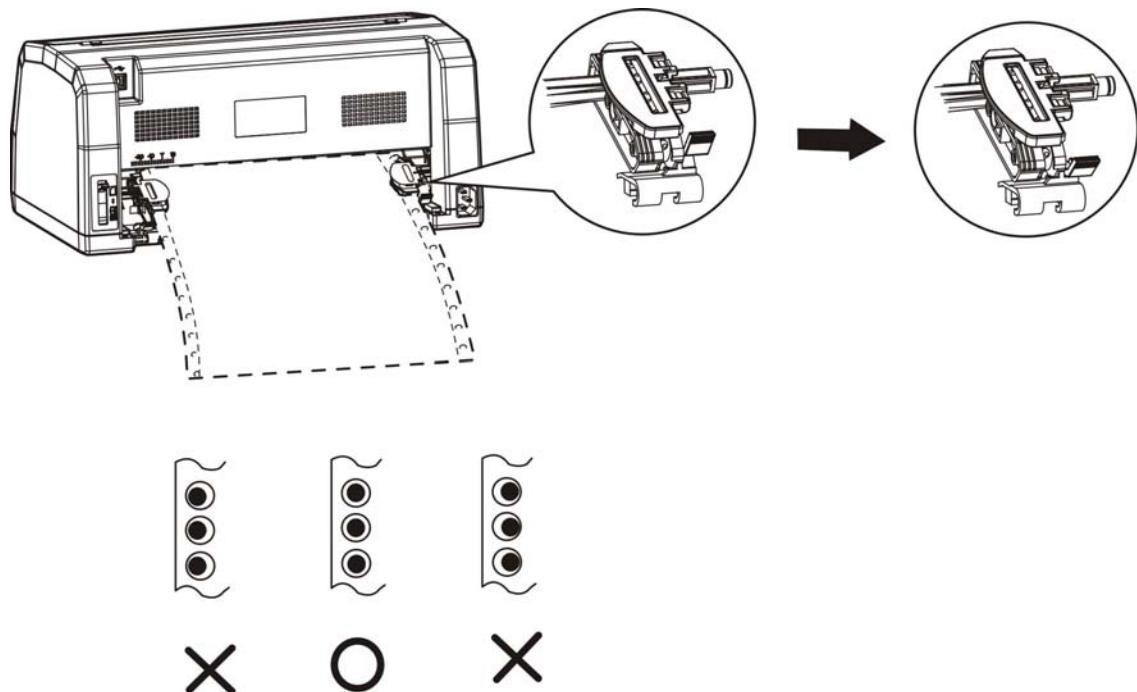

图 3-12 调整右边拖纸器位置
- 合上拖纸器左右链轮的链轮盖，移动拖纸器右链轮把纸拉平，再按下锁定杆将其锁定（如图 3-12 所示）。